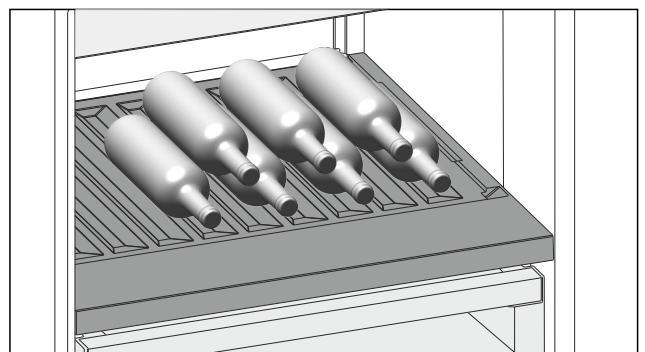

Fig. 99
- ▶ Поставяйте бутилките с дъното назад към задната стена. (виж Fig. 99)